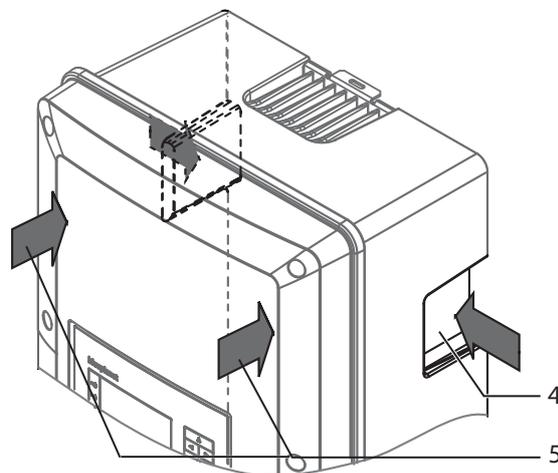

Bild 9: Gerät aufrichten
- 6. Gerät an den vorgesehenen Positionen anheben und aufrichten (Siehe Bild 9 auf Seite <?>).